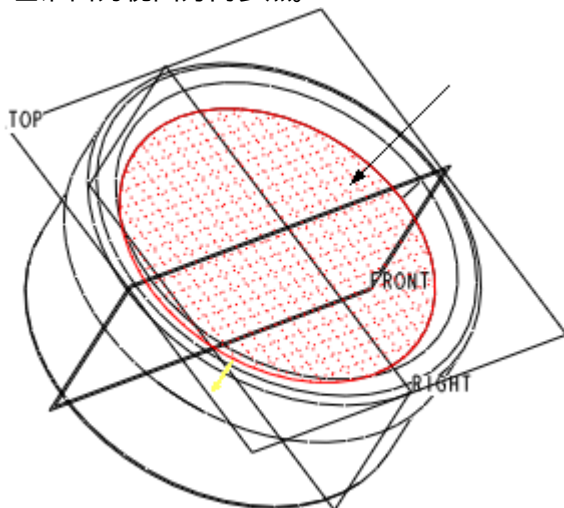

图 59-13
(2) 单击按钮 ，打开【剖面】对话框，如图 59-13 所示选择箭头指示的面为草绘平面，选择 FRONT 基准面为视图方向参照。